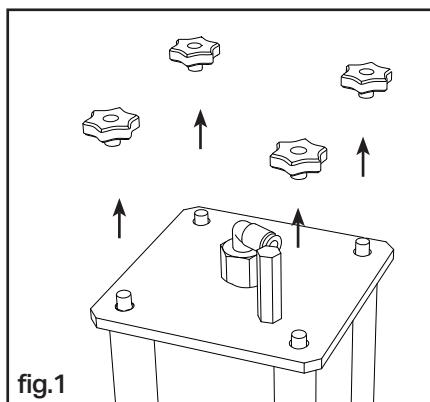
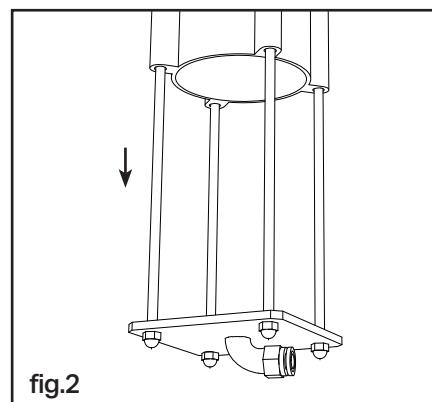

fig.1
fig.2
4. Quindi svitare i pomelli del coperchio del serbatoio di alluminio (fig.1), per poi sfilare la base con le 4 barre (il lato senza valvola)(fig.2).
- 1\_Portare a zero la pressione all'interno del serbatoio svitando in senso antiorario il regolatore di pressione (fig.1).
- 2\_Aprire il tappo "B" del serbatoio svitando prima i pomelli del tappo A e poi sfilando il tappo B con le 4 barre (fig.2).